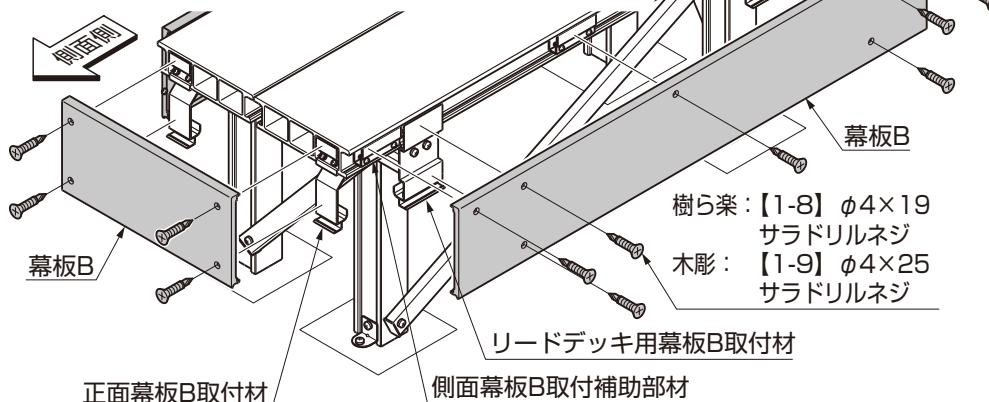

図9-1 幕板Bの取付け
- 正面の幕板Bをリードデッキ用幕板B取付材および側面幕板B取付補助部材に【1-8】または【1-9】で取付けてください。(図9-1参照)
- 側面の幕板Bを正面幕板B取付材に【1-8】または【1-9】で取付けてください。(図9-1参照)